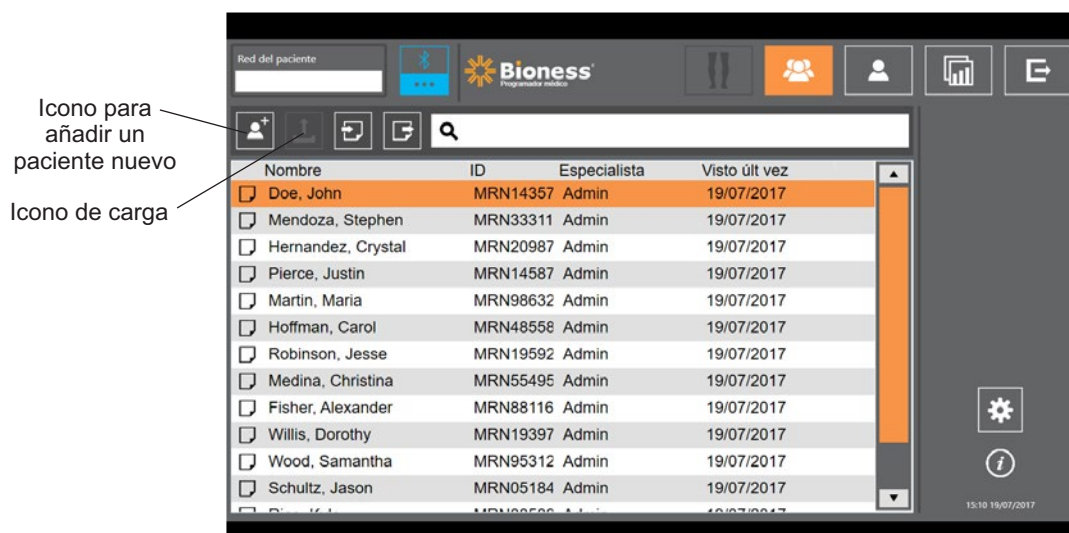

Ilustración 9-2: Icono para añadir un paciente nuevo
2. En la pantalla Base de datos de pacientes, presione el botón para añadir un paciente nuevo. Consulte la ilustración 9-2.
2. Abra la pantalla Base de datos de pacientes y resalte el paciente en la lista. Consulte la ilustración 9-2.
3. Presione el icono para cargar (consulte la ilustración 9-2). Se abrirá una ventana con el mensaje: "Programar todos los estimuladores con el paciente: X,X". Presione el botón Continuar.